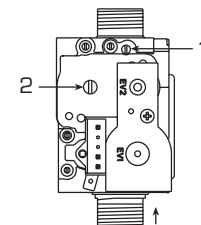

Figure 6
- 2) Dévisser à fond le vis de réglage débit gaz de la vanne (1 - Figure 6).
- 3) Agir sur la vis de réglage OFF-SET de la vanne gaz (2 - Figure 6) et rechercher le "Δp air-gaz" indiqué dans le tableau:
- Pour corriger le CO₂ à la puissance "MIN", il faut intervenir sur la vis OFF-SET (2 - Figure 6).
- Pour corriger le CO₂ à la puissance "MAX", il faut agir sur la vis de réglage débit gaz (1 - Figure 6).
- **Autres anomalies** (fig. 6)